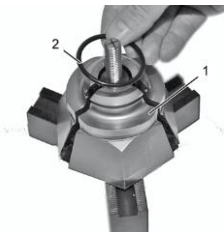

Fig. 33
6. Comprimez les segments du corps de base [Fig. 33/1] et remettez le joint torique [Fig. 33/2] en place conformément à la position d'origine. Veillez à ce que l'axe fixe puisse tourner après le montage du joint torique à l'intérieur de la bague de guidage.